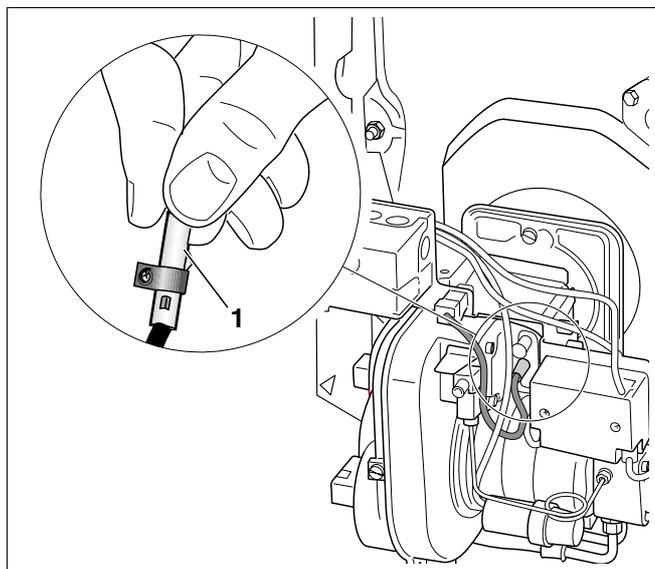

Рис. 11 Проверка работы датчика пламени
- При работающей горелке вынуть датчик пламени, взяв его за предусмотренную для этого ручку (рис. 11).
- Закрывать датчик пламени (рис. 11, **поз. 1**). После повторного запуска должно произойти отключение из-за неисправности.